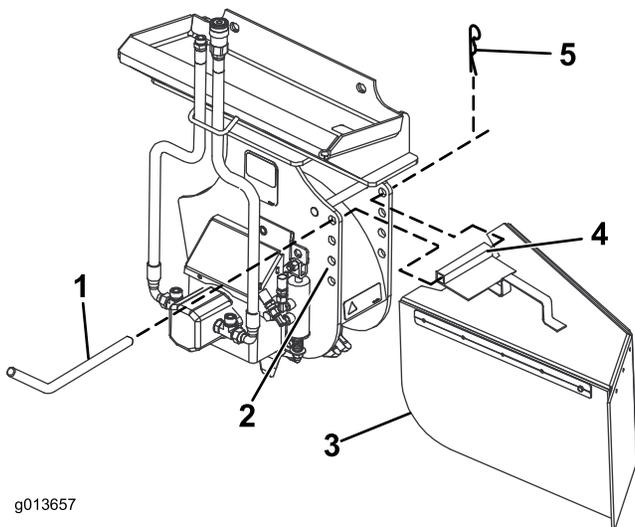

Figure 7
La broyeuse de souche possède 4 jeux de trous pour le montage du protecteur anti-copeaux (Figure 7). Remontez le protecteur (trous supérieurs) pour broyer au ras du sol et baissez-le (trous inférieurs) pour broyer les souches plus hautes. Montez le protecteur anti-copeaux comme suit :
- Placez le tube de montage sur le protecteur, entre deux trous de la broyeuse (Figure 7).